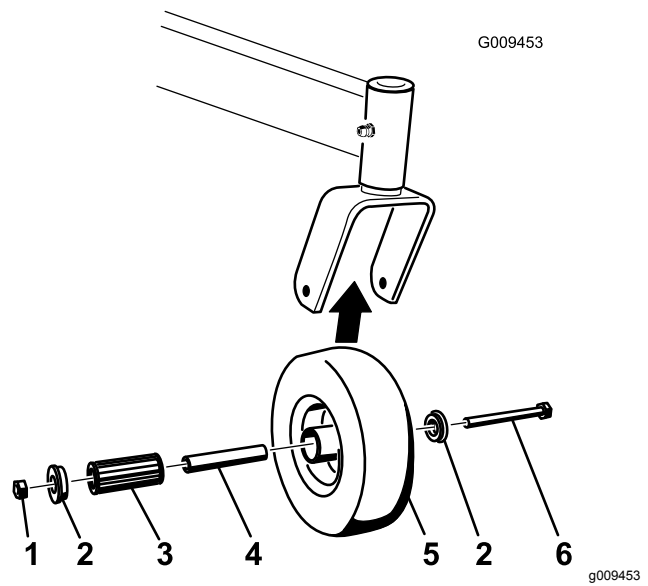

Bild 54
1. Entfernen Sie die Sicherungsmutter und die Radschraube, mit denen das Laufrad an der Laufradgabel befestigt ist (Bild 54).
2. Entfernen Sie eine Büchse und ziehen dann die Spannbüchse sowie das Rollenlager aus der Radnabe heraus (Bild 54).
3. Entfernen Sie die andere Büchse aus der Radnabe und entfernen Sie Fett- und Schmutzrückstände von der Nabe (Bild 54).
Hinweis: Tauschen Sie abgenutzte und beschädigte Teile aus (Bild 54).
5. Stecken Sie eine Büchse in die Radnabe (Bild 54).
6. Fetten Sie das Rollenlager und die Vierkantbüchse ein und schieben beide in die Radnabe (Bild 54).
7. Stecken Sie die zweite Büchse in die Radnabe (Bild 54).
8. Bringen Sie das Laufrad in der Laufradgabel an und befestigen Sie es mit der Radschraube und Sicherungsmutter (Bild 54).
9. Ziehen Sie die Sicherungsmutter so weit fest, dass die Vierkantbüchse auf die Innenseite der Laufradgabeln trifft (Bild 54).